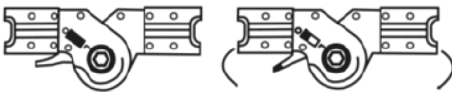

Fig. 5 – Dobradiças
- Para liberar as dobradiças, simplesmente mova a alça para a posição desbloqueio “O” (fig. 5) e depois dobre a escada para dentro.